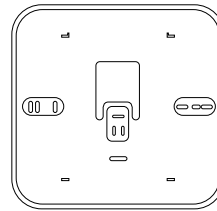

Abb. 10
- Falls notwendig die im Kit mitgelieferte Halteplatte (Abb. 10) am Schaltgehäuse montieren.
Der Wireless-Raumfühler überwacht kontinuierlich den Ladezustand der Batterien, deren Lebensdauer zirka 2 Jahre beträgt. Lässt der Ladezustand der Batterie nach, blinkt auf dem Display das Symbol „“ (Abb.10).